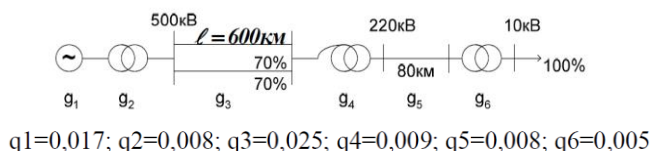

Рисунок 1 Расчетная схема
3. Определить вероятность безотказной работы и вероятность отказа в схеме (рисунок 1)